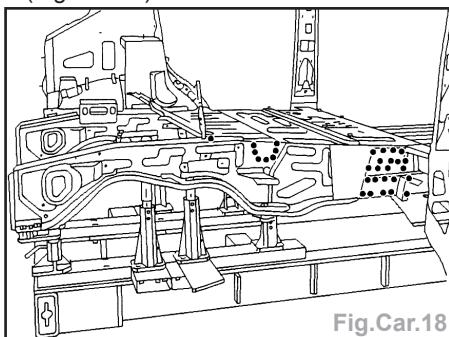

Fig.Car.18
- Souder par points bouchon MAG (Fig.Car.18).